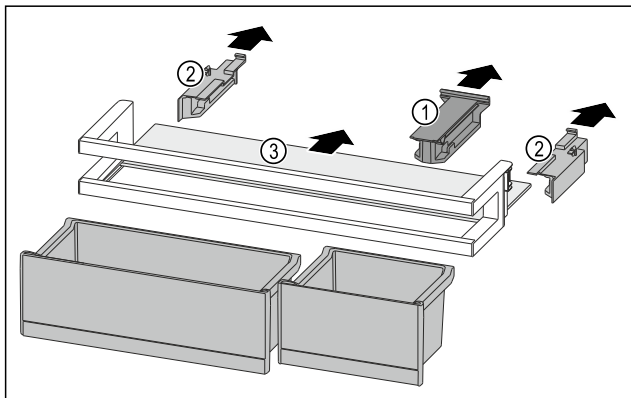

Fig. 202
- Vedä kiinnitysosa Fig. 202 (1) irti.
- Vedä sivuosat Fig. 202 (2) irti.
- Ota säilytyshylly Fig. 202 (3) pois.